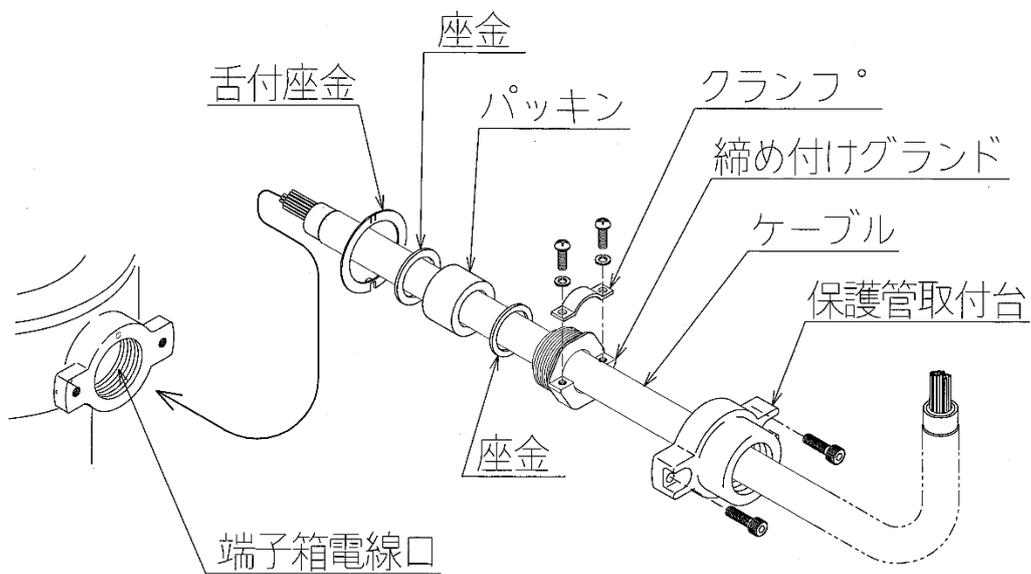
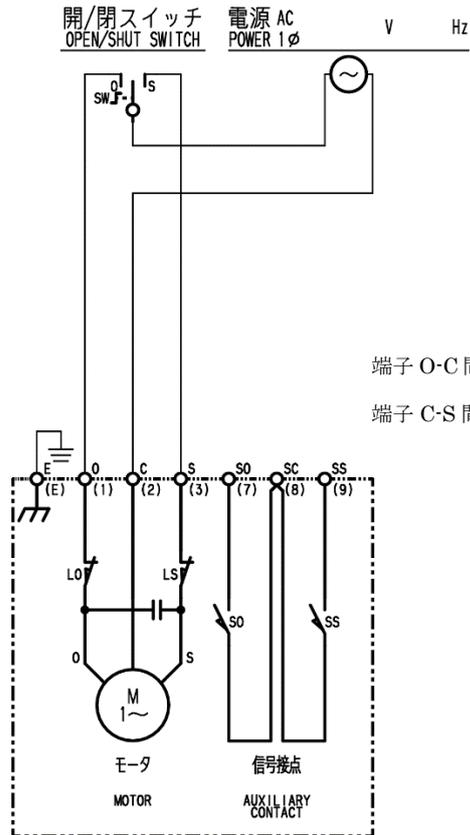

図5：耐圧パッキン式電線口詳細
図 6 : B形内部接続図
- (1) 端子箱カバーを取り外します。端子箱と端子箱カバーの間にはOリングが入っていますので、紛失したり傷を付けないように注意してください。
- (2) ケーブルを耐圧パッキン式電線口に通しケーブル先端に圧着端子を取付けます。圧着端子のかしめは適正工具で確実に行ってください。
- (3) ケーブルを図5の様に舌付座金、座金（2枚）、パッキン、締め付けグラントを順番に通します。ケーブルの位置決めをしたらクランプで締め付けグラントにしっかり固定します。
- (4) 締め付けグラントを端子箱電線口にスパナを用いて止まるまでしっかりねじ込みます。
- (5) 舌付座金は締め付けグラントの緩み止めです。あらかじめ折り曲げてある片方の舌を端子箱側の穴に入れてください。他方は締め付けグラントの六角面に沿って折り曲げます。
- (6) 図6、7に制御動作B及びCの標準接続図を示します。特殊仕様の場合、本図通りでは無いことがありますので、接続図や仕様書で確認してください。
- (7) 端子台への接続は、プラスドライバーの2番を使用し確実に行ってください。
- (8) 配線終了後、Oリングの挟み込みに注意して端子箱カバーを取付けてください。